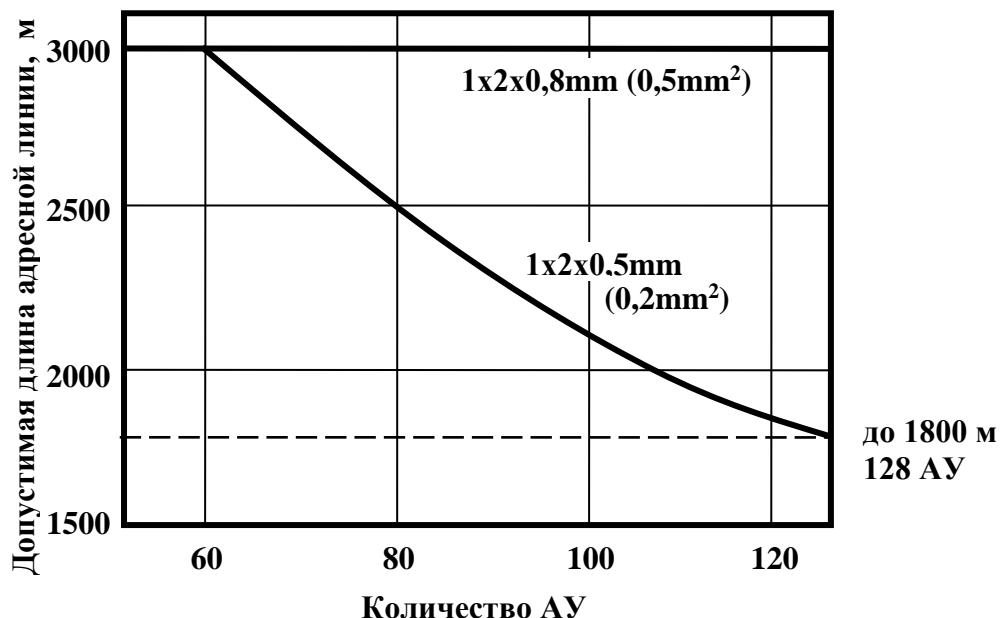

Рис. 13. Допустимая длина адресной линии в зависимости от количества АУ (допустимая длина определяется как максимальное удаление АУ от любой из клемм прибора).
3.9.4. Напряжение в адресной линии не должно опускаться ниже 3,5В, поэтому при большом количестве АУ допустимая длина адресной линии снижается. При этом длина адресной линии от любой клеммы АПКП до максимально удаленного АУ не должна превышать значений, определяемых по рис.13.
При выполнении требований рис.13 любой обрыв адресной линии не приведет к потере
4.1.7. Проложить адресную линию кабелем UT 505нг(А)-FRLS FE 180 1x2x0,5mm (0,2мм²) или 1x2x0,8mm (0,5мм²), UT 505нг(А)-FRHF FE 180 1x2x0,5mm или аналогичными по оптимальному маршруту так, чтобы максимальное удаление адресных устройств от любой из клемм АПКП по длине адресной линии не превышало допустимого значения, которое в зависимости от количества АУ составляет от 2 до 3 тысяч метров (см. рис.13).